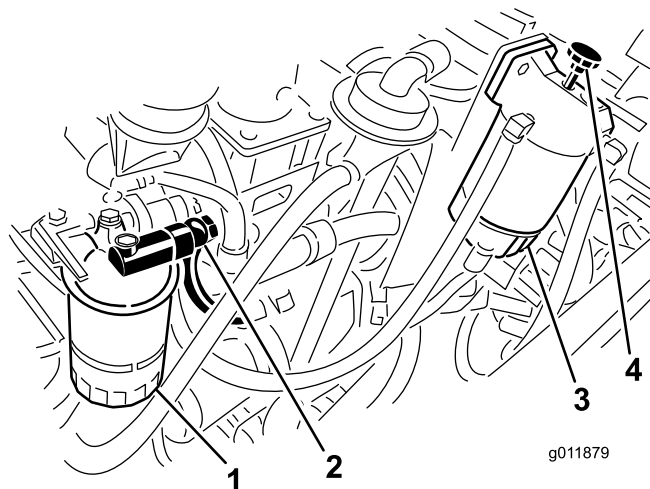

Figura 64
5. Afloje el acoplamiento de la carcasa del filtro de combustible (Figura 64).
6. Accione la bomba de cebado del separador de agua hasta que detecte un chorro continuo de combustible en el acoplamiento (Figura 64).